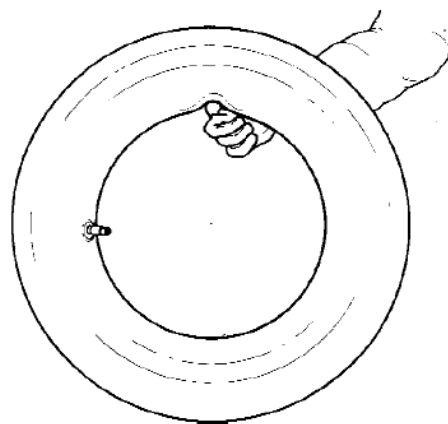

Figura 20
- Infle levemente a câmara: ao segurar a câmara apoiado pelo dedo indicador ela deverá dobrar um pouco (Figura 20);